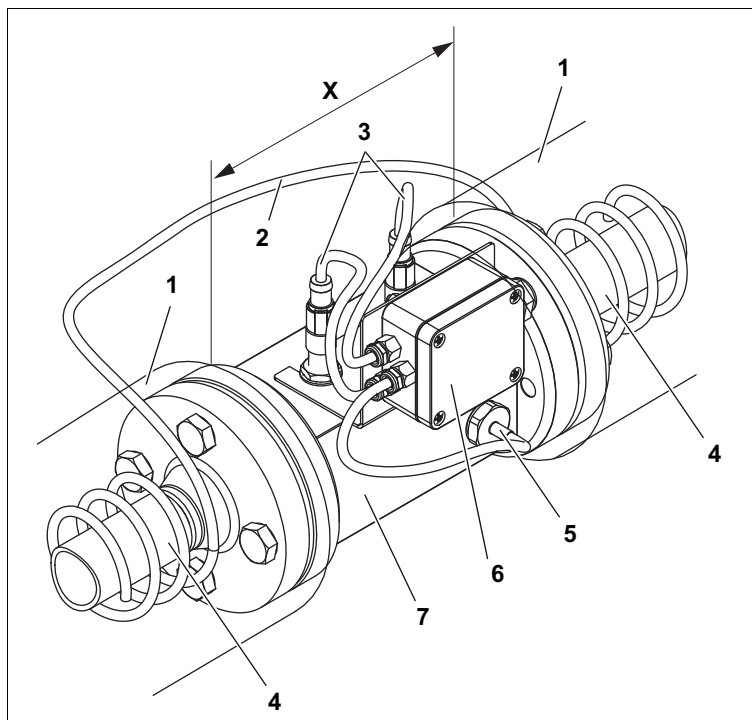

Abb. 2 Durchflussmessgerät mit Begleitheizung
- Darauf achten, dass Impulsgeber 3, Temperatursensor 5, Anschlussdose 6 und zugehörige Kabel nicht wärmeisoliert werden, d. h. der Bereich X muss frei von Wärmeisolation bleiben, siehe Abb. 2, Seite 10.